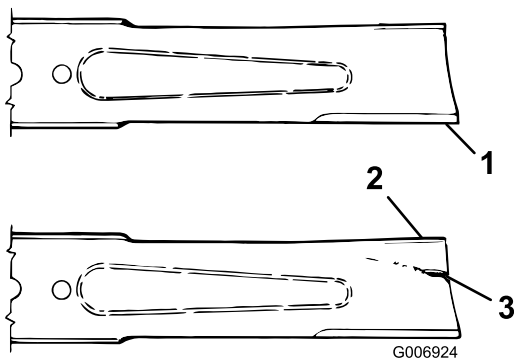

Figura 102
3. Examine cuidadosamente los extremos de corte de la cuchilla, sobre todo en el punto de reunión entre la parte plana y la parte curva de la cuchilla (Figura 102).
4. Si se aprecia desgaste (Figura 102), cambie la cuchilla; consulte Mantenimiento del plano de la cuchilla (página 71).
Si se permite que la cuchilla se desgaste, se formará una hendidura entre la vela y la parte plana de la cuchilla (Figura 102). Con el tiempo, una parte de la cuchilla puede desprenderse y ser arrojada desde debajo de la plataforma, por lo es posible que le provoque lesiones graves a usted o a otra persona.